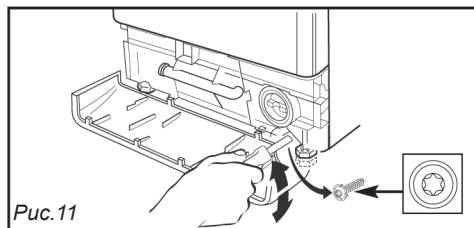

Рис. 11
- Открутите 2 винта, фиксирующие ножки, с помощью отвертки «TORX T20» (Рис. 11).